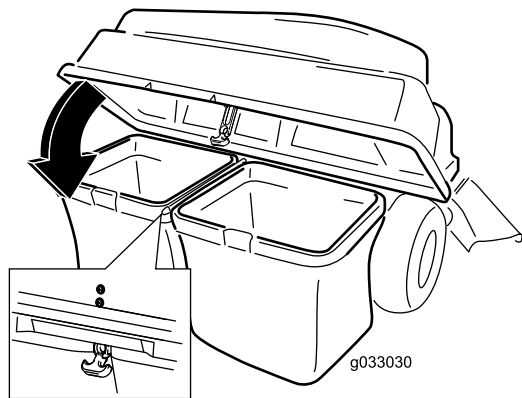

Figure 17
5. Abaissez le couvercle du système de ramassage sur les bacs (Figure 17).